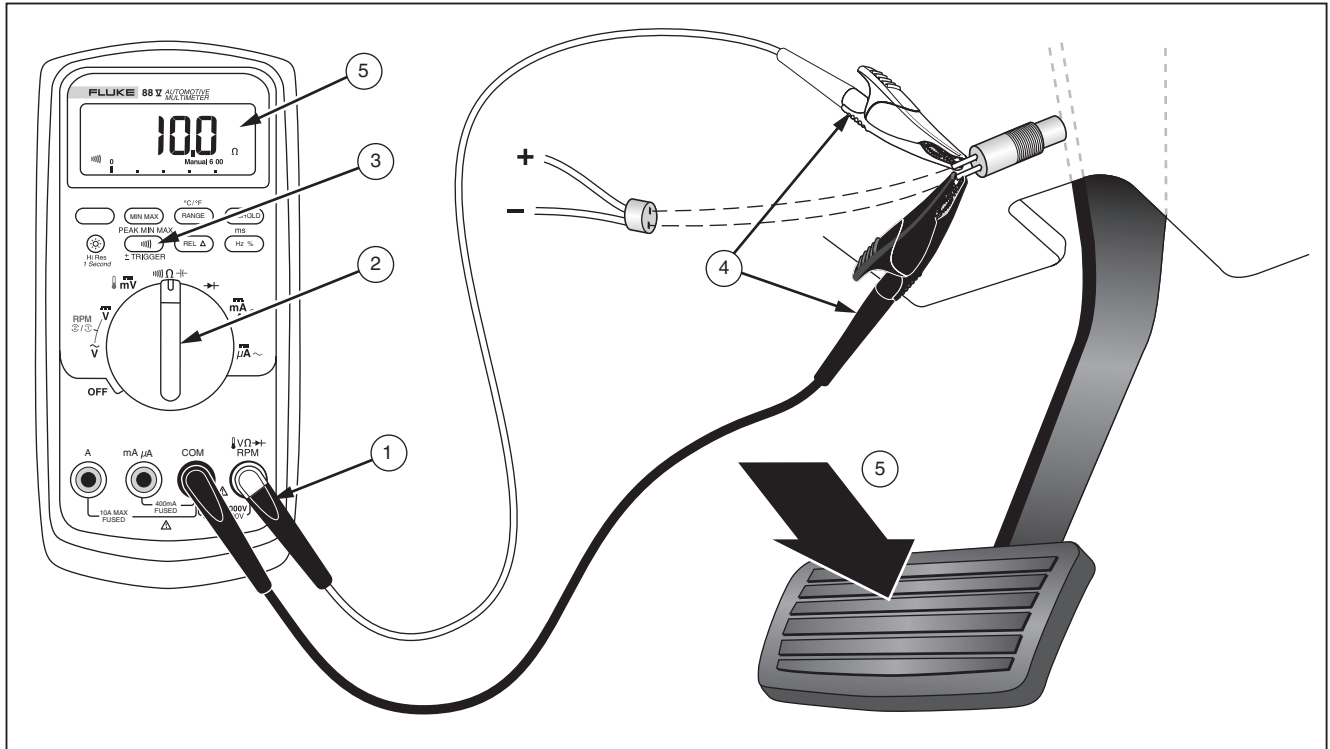

Figura 19. Comprobación de continuidad en un interruptor
1. Inserte los conductores de prueba en los terminales de entrada ilustrados en la figura 19.